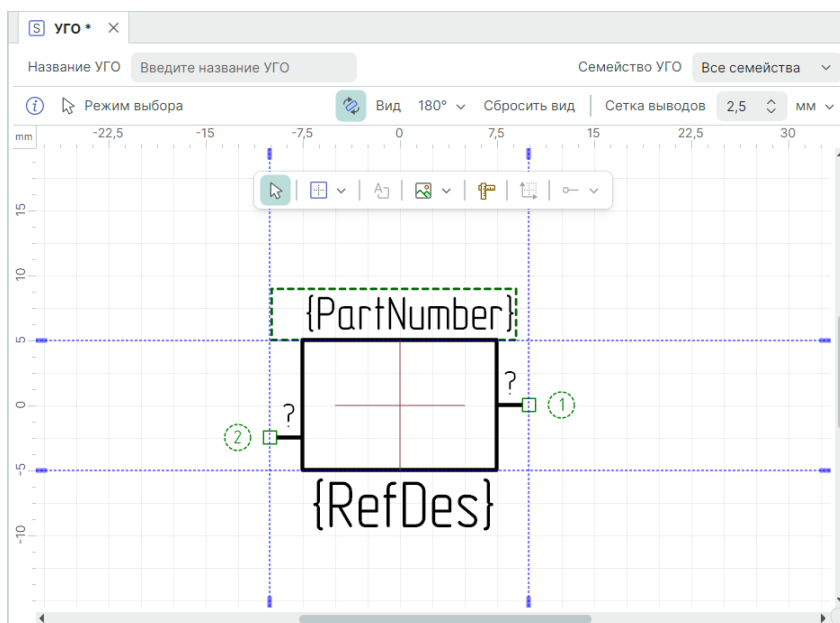

Рис. 194 Настройка параметров графики и атрибутов для отличного от базового представления (при повороте на 180°)
6. Переключитесь на следующее выбранное представление (например, «180°») и настройте графику УГО и атрибуты, см. Рис. 194.